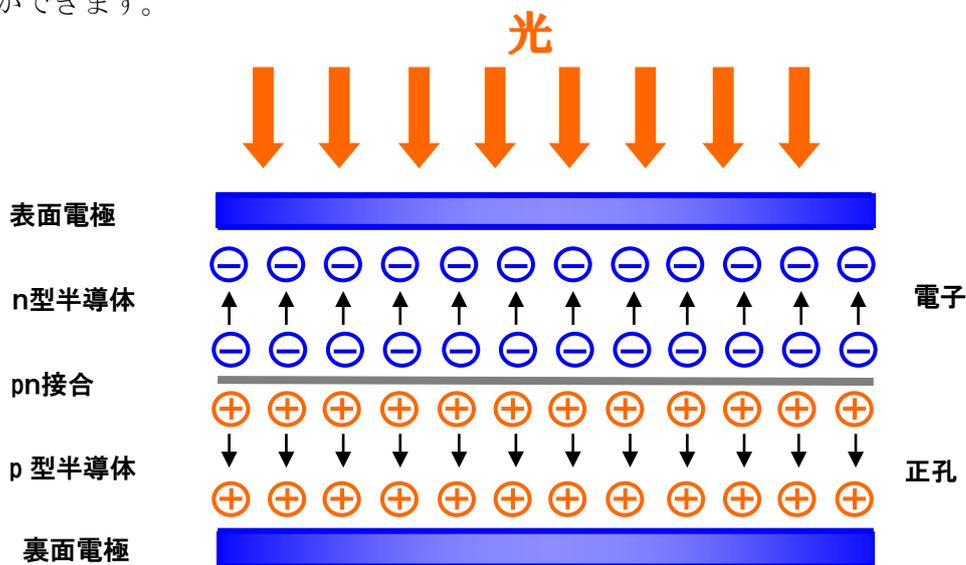

図 2 太陽電池の仕組み
(1) 太陽電池
太陽電池は光のエネルギーを直接電気エネルギーに変換する発電素子のことで、英語では Photovoltaic (PV) と呼ばれることが多く、現在使用されている太陽電池セル（太陽電池素子そのものをセルと呼び、太陽電池の基本単位）はシリコン系太陽電池が多くなっています。太陽電池に太陽の光があたると、半導体の光電効果（光と物質の相互作用）により正孔 ⊕ と電子 ⊖ が対生成され、図 2 のように正孔は裏面電極（p 型半導体）へ、電子は表面電極（n 型半導体）へ引き寄せられます。表面電極と裏面電極に負荷を接続すると直流電力を取り出すことができます。